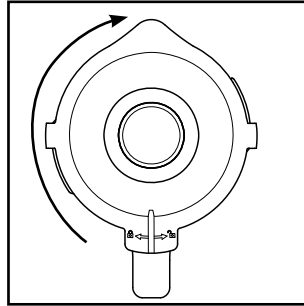

Abb.2
- 4) Drücken Sie den Deckel **2** versetzt wieder fest auf den Mixaufsatz **3** auf. Schließen Sie den Deckel **2**, indem Sie ihn im Uhrzeigersinn in die Position drehen, bis er hörbar einrastet (siehe Abb. 2). Achten Sie darauf, dass die Ausgießnase am Mixaufsatz **3** verschlossen ist. Nur wenn der Deckel **2** bündig aufgesetzt ist, kann der Motor starten.